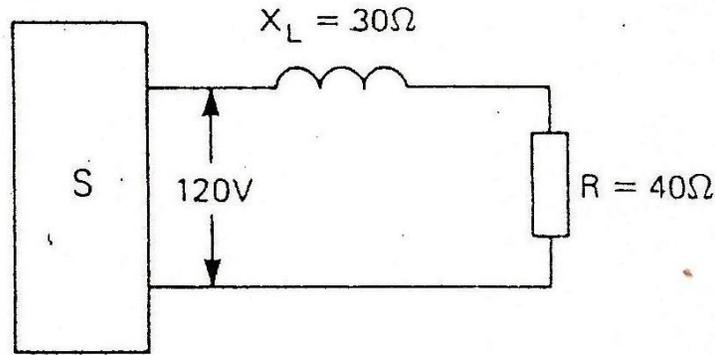

Figura 7
- Calcule la energía real y la reactiva que proporciona la fuente monofásica, en los dos circuitos que se muestran en la figura 7 y 8.